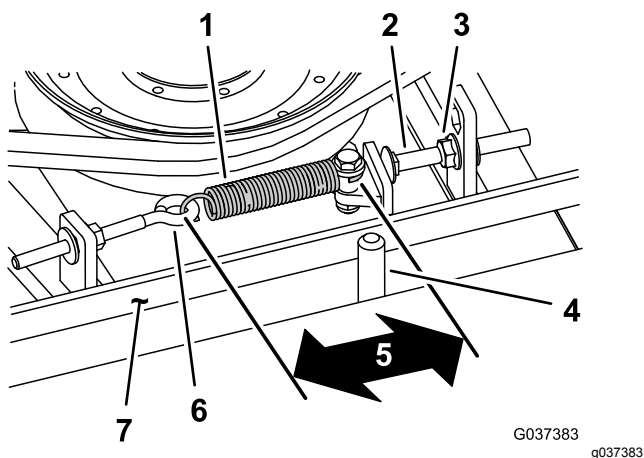

Figure 102
Lorsque le ressort d'extension est correctement tendu, l'intérieur doit mesurer (d'un crochet à l'autre) entre 8,3 et 9,5 cm. Lorsque le ressort est correctement tendu, ajustez le boulon de butée (boulon de carrosserie) jusqu'à obtention d'un jeu d'environ 2 à 5 mm entre la tête du boulon et le bras de tension (Figure 102).
**Remarque:** La courroie doit être placée du côté ressort du guide (Figure 102).
- Desserrez le boulon à œil (Figure 102).
- Desserrez l'écrou à embase qui fixe le boulon de butée à la patte de montage, et écartez la poulie de tension de la courroie (Figure 102).
- Raccrochez le ressort d'extension (Figure 102) au boulon à œil et tendez la courroie comme suit :